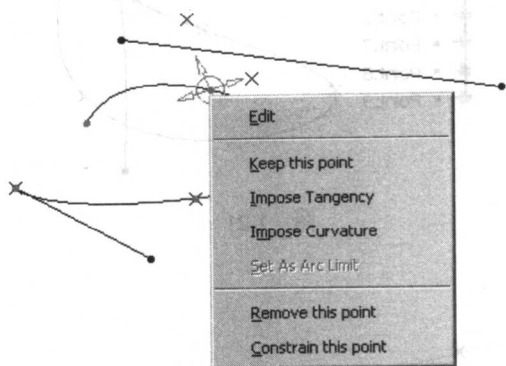

图 1-24
(11) 在样条线的控制点上单击鼠标右键,弹出如图 1-24 所示的菜单。